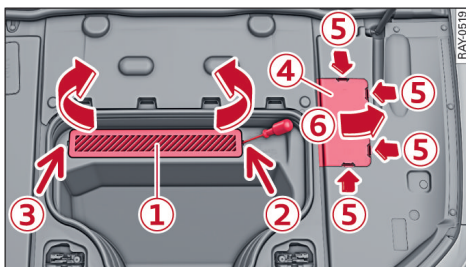
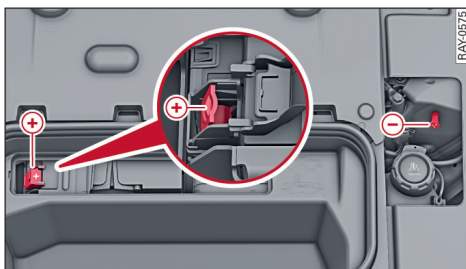

图 123 前舱：充电极点的盖子：① 正极 / ④ 接地点
图 124 前舱：充电装置或辅助启动电缆的接口
- ▶ 取下盖子 ① 和 ④ ⇨ 图 123。
- ▶ 在拆卸盖板 ① 时请使用螺丝刀。为此，先将螺丝刀抵到 ② 部位，然后将盖板撬起一点。在 ③ 部位重复该过程并取出盖板。
- ▶ 要拆卸盖子 ④ 时，请接地点按 4 个搭扣 ⑤ 并朝箭头方向 ⑥ 取下盖子。
- ▶ 掀开正极上的盖板 ⇨ 图 124。